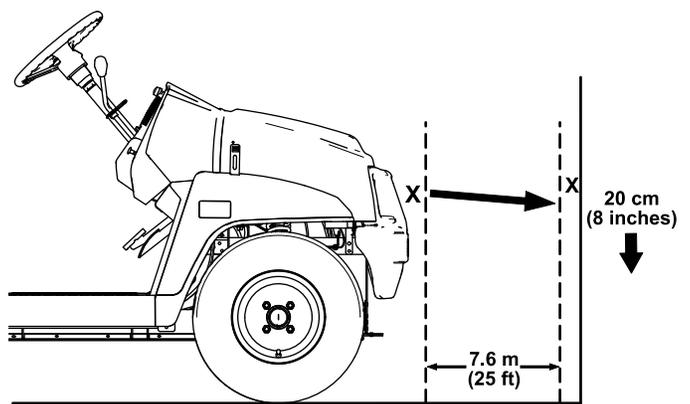

Рисунок 54
1. Припаркуйте машину на ровной горизонтальной поверхности; фары должны находиться приблизительно на расстоянии 7,6 м от стены (Рисунок 54).
Самая яркая часть луча фары должна быть на 20 см ниже отметки, нанесенной на стене (Рисунок 54).